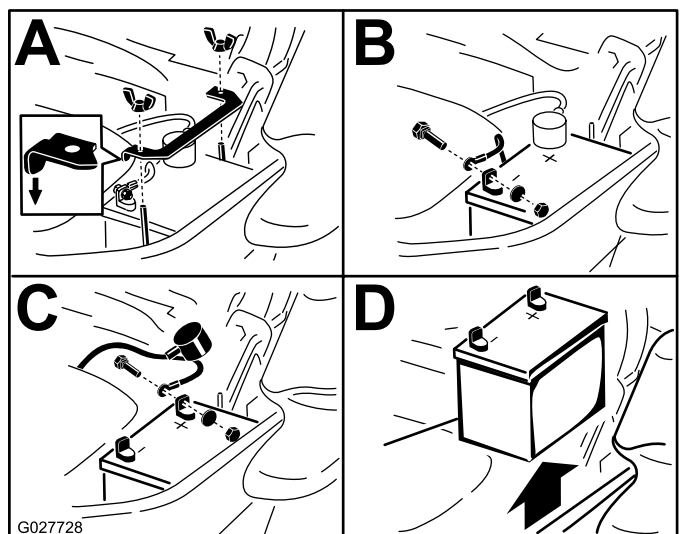

Bild 63
3. Nehmen Sie die Batterie heraus, wie in Bild 63 abgebildet.
**Hinweis:** Legen Sie die Batterie so in das Fach, dass die Anschlussklemmen auf der anderen Seite des Hydraulikbehälters sind (Bild 63).